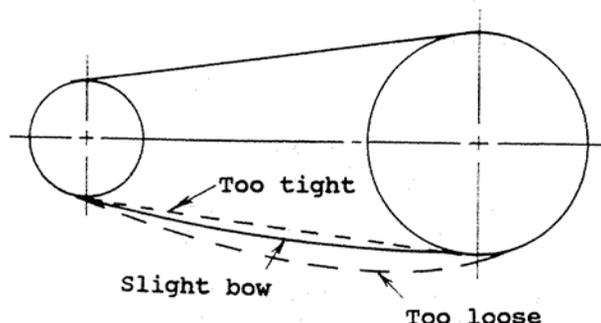

Figure 6: Positions de tension de courroie trapézoïdale
- Alignement des poulies - L'alignement doit être assuré pour une transmission de la totalité de la puissance, un minimum de vibrations et une longue durée de vie. Un comparateur à cadran peut permettre de vérifier le ressaut sur la périphérie et la face de chaque poulie. Une règle peut être utilisée pour vérifier l'alignement vertical de la pompe et des poulies d'entraînement, voir la figure 6 en page 6.